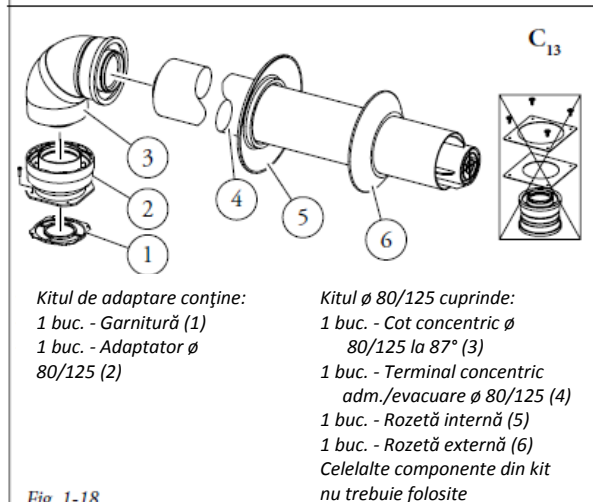

Fig. 1-18
Montarea kit-ului (Fig. 1-18): pentru instalarea kitului cu \varnothing 80/125 trebuie să utilizați kit-ul adaptator cu 7așă pentru a putea monta apoi sistemul de evacuare a gazelor de ardere cu \varnothing 80/125. Montați adaptatorul cu flanșă (2) pe orificiul central al centralei interpunând garnitura (1) cu proeminențele circulare în jos în contact cu 7așa centralei și strângeți cu șuruburile din kit. Introduceți cotul (3) cu capătul tată (neted) pe adaptator (1) și împingeți-l până la capăt. Introduceți conducta terminală concentrică \varnothing 80/125 (5) cu capătul tată (neted) în capătul mamă al cotului (4) - împingeți până la capăt, asigurându-vă că ați introdus rozeta internă (6) și cea externă (7); în acest mod se va obține etanșeitatea și îmbinarea perfectă a elementelor ce compun kit-ul.